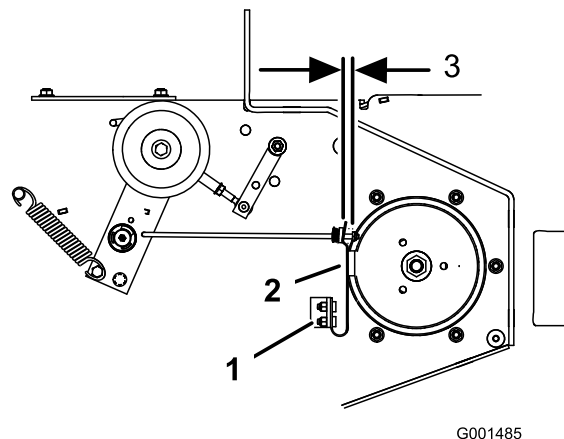

Figura 59
3. Se necessario, regolate i bulloni di fissaggio della molla in modo tale che il tampone del freno delle lame sfregi contro entrambi i lati della gola della puleggia (Figura 59).
4. Regolate il dado all'estremità dell'asta del freno delle lame fino a ottenere una distanza di 3-5 mm tra il dado e il distanziale (Figura 59).